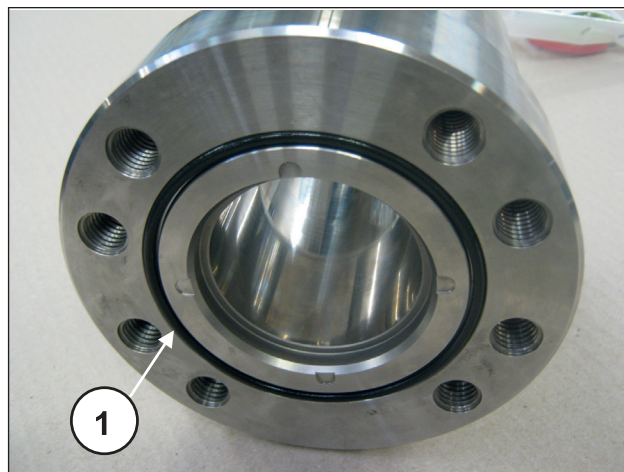
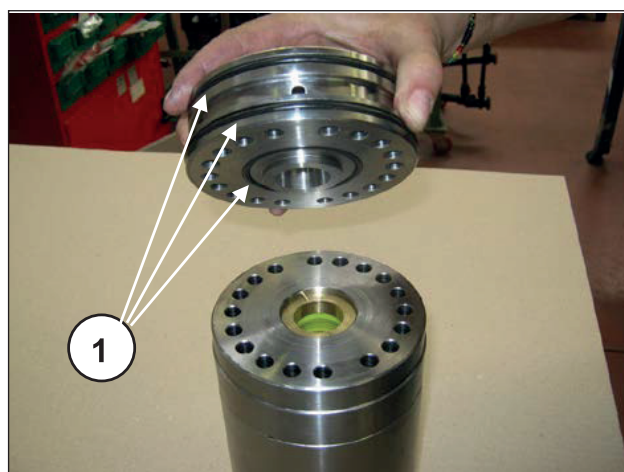

图 179
图 180
每次检查阀门时，应更换缸套和泵头之间的密封环和相关正面密封O形圈（①，图 179），以及回流孔区正面的低压密封件支撑（①，图 180）。重新组装前，清洁和干燥各部件及其泵头内的所有相应底座。